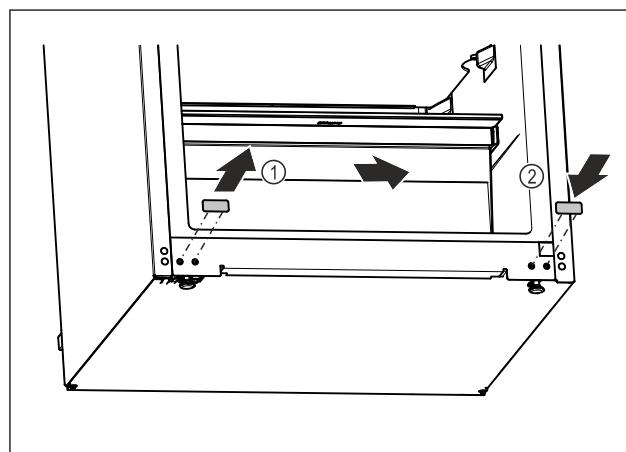

Fig. 13
- Издърпайте покриваща тапа. Fig. 13 (1)
- Поставете покриваща тапа от другата страна. Fig. 13 (2)